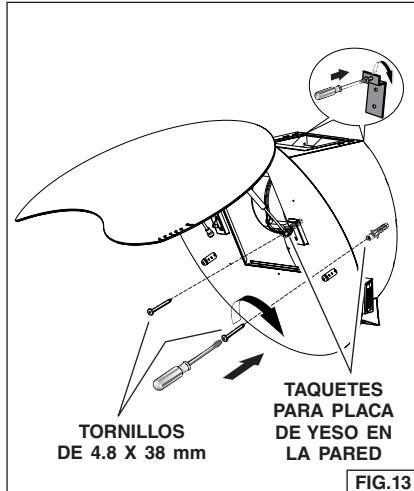

FIG.13
- Marque e instale dos (2) taquetes para pared de yeso adicionales, tal como se ilustra. Fig. 13.
- Asegure la campana a la pared mediante los dos (2) tornillos de montaje de 4.8 x 38 mm.